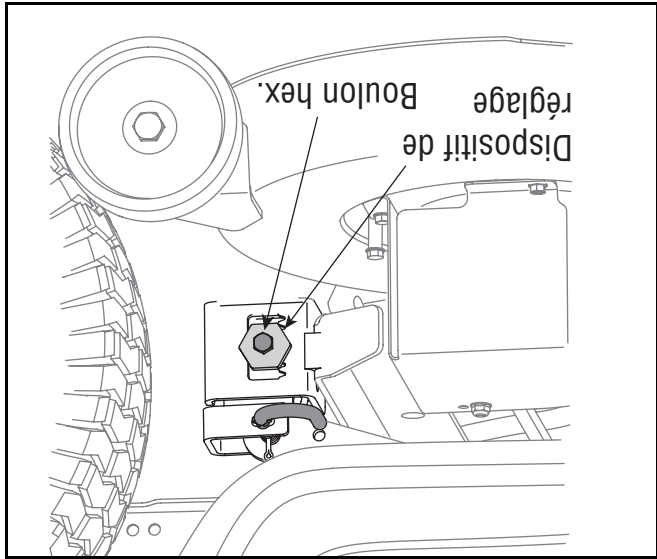

Figure 14
• Desserrez, **sans** la retirer, la vis à chapeau à six pans sur le crochet de support gauche du plateau de coupe. Voir la Figure 14.
joint à rotule. Voir la Figure 14.
• Retirez le contre-écrou de blocage sur le dessus du ment sur l'arrière du joint à rotule. Voir la Figure 14.
• Desserrez l'écrou de blocage de la tige d'entraînement sur l'arrière du joint à rotule. Voir la Figure 14.
• Retirez le contre-écrou de blocage sur le dessus du joint à rotule. Voir la Figure 14.